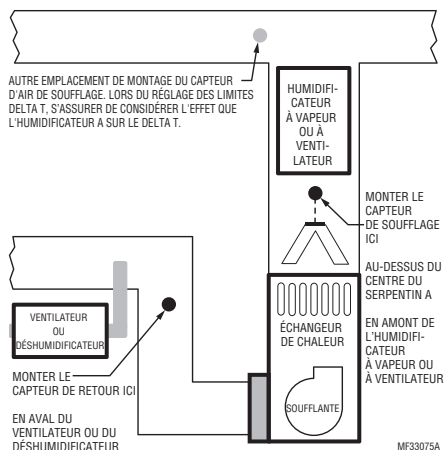

Fig. 2.
2. Si possible, monter le capteur de température d'air de soufflage en amont d'un humidificateur à vapeur, d'un humidificateur à ventilateur ou d'un déshumidificateur relié à l'alimentation. Voir les Fig. 2 à 3.
3. Si l'espace ne permet pas d'installer un capteur de température d'air de soufflage en amont d'un humidificateur à vapeur ou d'un humidificateur à ventilateur, monter le capteur de température d'air de soufflage en aval de l'humidificateur. Voir la Fig. 2. Lors du réglage des limites Delta T (voir «Réglage des limites Delta T» à la page 11), s'assurer de considérer l'effet que l'humidificateur a sur le Delta T.